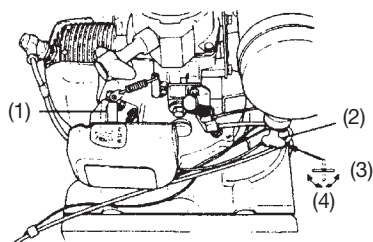

Fig. 4
- 2) Abra a torneira de gasolina. (Fig. 4)
- 3) Leve o manípulo do ar de arranque até a posição CHOKE. (Fig. 4)
- 6) Quando sentir que o motor está pronto para arrancar, volte a colocar a alavanca do ar na posição RUN (aberto). Volte a puxar então com força do cabo de arranque. (Fig. 4)